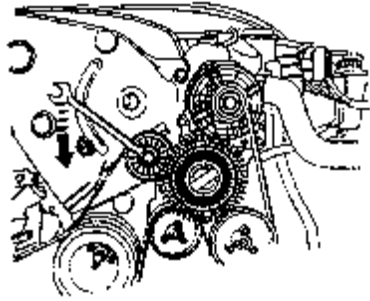

图 11-15 拧紧张紧轮固定螺栓
①把紧锁支座置于维护位置。
②使用 15mm 环形扳手, 在固定螺栓 (左旋螺纹) 上按图 11-15 所示箭头方向旋转张紧装置。使用销 3204 固定夹紧装置, 拆除楔形皮带。
(2) 楔形皮带的安装
①在安装和固定适用于硅油离合器散热风扇通风器的轮毂和皮带之后, 再放上楔形肋片皮带。
②把楔形皮带放在曲轴皮带轮/减振器、冷却水泵、自动转向的叶子泵、冷却风扇的皮带轮和张紧轮上。
③使用的 15mm 环形扳手, 在固定螺栓 (左旋螺钉) 上按图 11-15 箭头方向旋紧带轮, 并且装上发动机、皮带轮的楔形皮带。
④在工作完成之后, 起动发动机, 并且检查皮带运行情况。